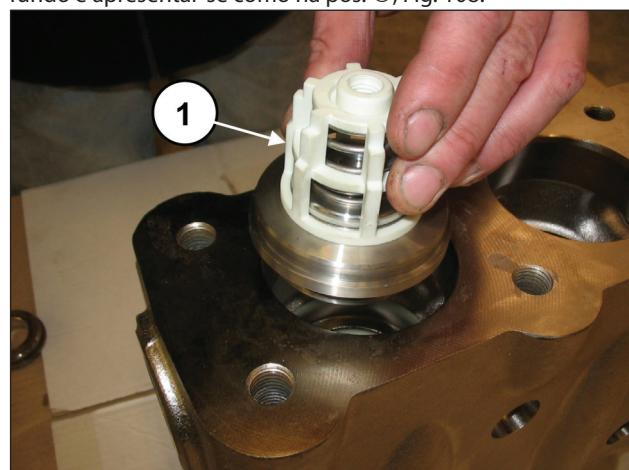
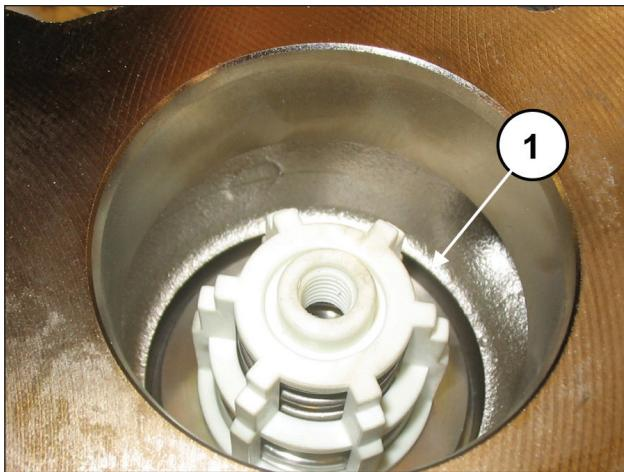

Fig. 107
Fig. 108
Insira o grupo da válvula de descarga (pos. ①, Fig. 107). O grupo da válvula deve ser inserido completamente no fundo e apresentar-se como na pos. ①, Fig. 108.